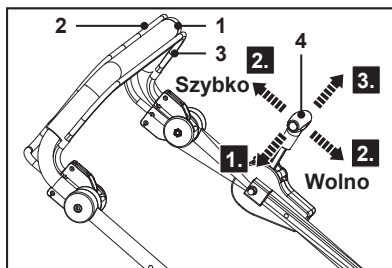

Rys. 15
1. Pchnąć dźwignię napędu (2) do przodu i przytrzymać przy górnym uchwycie (1), aby uruchomić napęd kół (rys. 15).
2. Puścić dźwignię napędu (2), aby wyłączyć napęd kół.